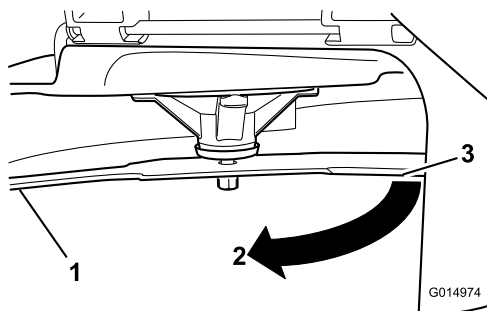

図 63
4. 同じブレードを180度回転させる。すなわち、ブレードのもう一方の刃先が、先ほど測定した場所と同じ位置にくるようにする 図 63。